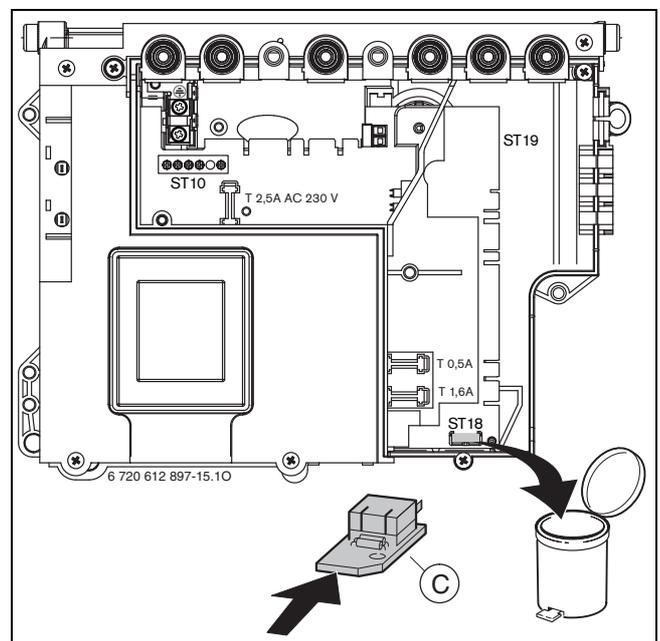

Fig. 37
- Cambiare la chiave di codifica (→ fig 37).